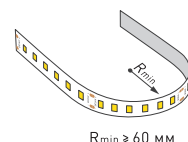

Рис. 4. Вертикальный радиус изгиба ленты
- Вертикальный радиус изгиба 60 мм (рис. 4)